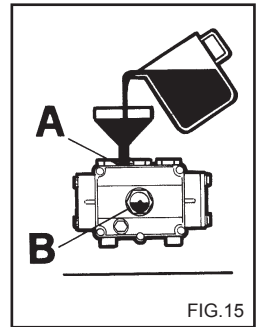

FIG.15
4) Atarraxe a tampa de descarga e introduza o óleo pelo orifício superior (fig. 15) até que alcance o nível indicado no visor (fig. 15B).